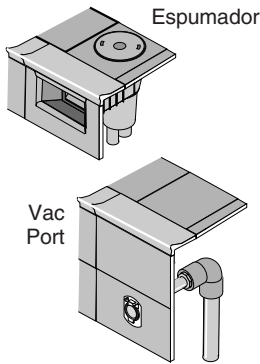

Figura 5
Paso 5: Ajuste las válvulas para la aspiración (Figura 5)